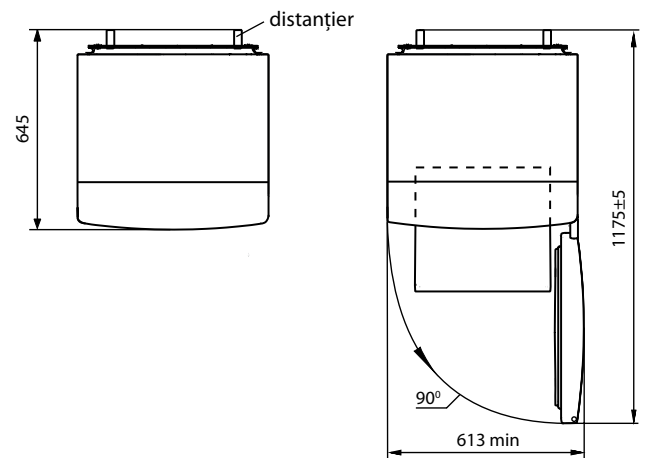

Figura 2 — Frigiderul (vedere de sus)
**1.4** Spațiul total necesar pentru funcționarea frigiderului se determină de dimensiunile, indicate în milimetri în figura 2. Pentru extragerea liberă a pieselor de completare din frigider este necesar de deschis ușa la unghiul nu mai mic de 90°.